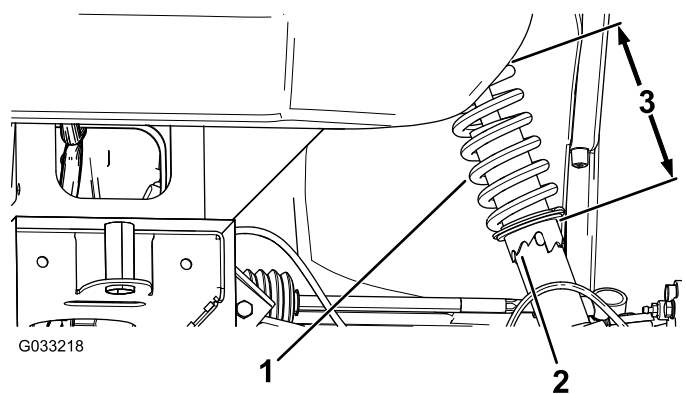

Figura 47
2. Se o alinhamento da roda estiver desalinhado, utilize a chave de aperto para rodar o anel na mola amortecedora para alinhar a roda (Figura 47).